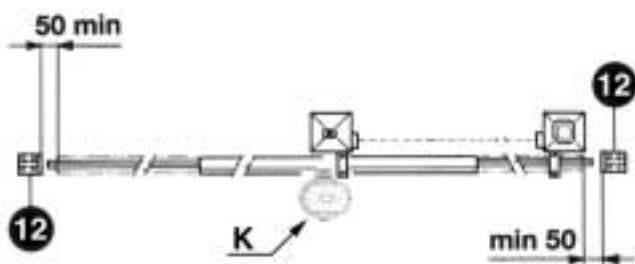

Fig. 2
- Oltre ai finecorsa presenti nell'unità, è necessario che a ciascuna delle due posizioni estreme della corsa sia presente un fermo meccanico fisso che arresti il cancello nel caso di malfunzionamento dei finecorsa. A tal fine il fermo meccanico deve essere dimensionato per sopportare la spinta statica del motore più l'energia cinetica del cancello (Fig. 2 - punto 12).